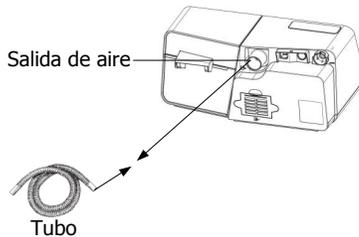

Fig. 11-5
(1) Conectar un extremo del tubo a la salida de aire del dispositivo, como se muestra en la Fig. 11-5.